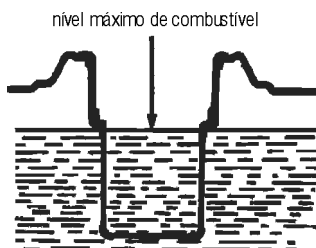

Fig. 11 – nível máximo de combustível
- 4 – Nunca exceda a capacidade do tanque (fig. 11);